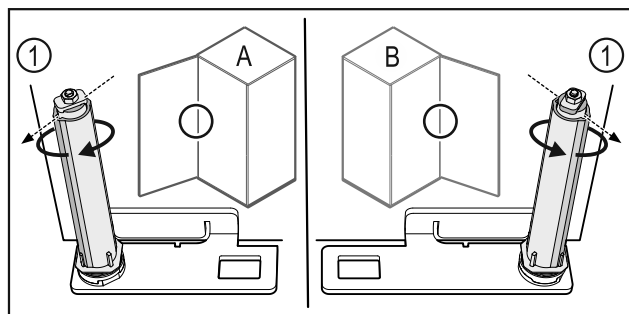

Fig. 56 Opritorul din stânga (A) / opritorul din dreapta (B)
- Rotiți sistemul de închidere până la rezistență, până când pragul sistemului de închidere Fig. 56 (1) este orientat spre exterior.